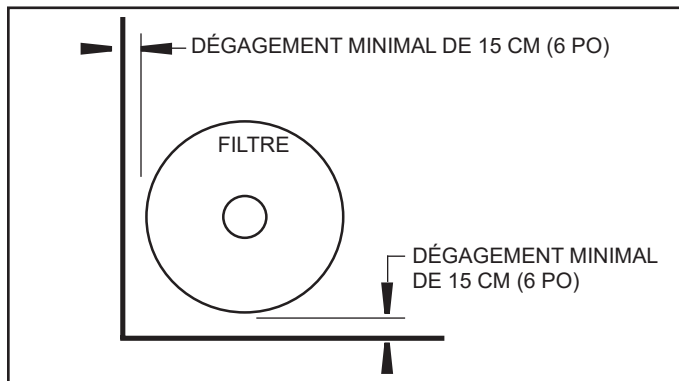

Figure 2. Emplacement du filtre
4. Laisser un espace suffisant autour du filtre pour permettre une inspection visuelle l'anneau du serre-joint. Voir la Fig. 2.